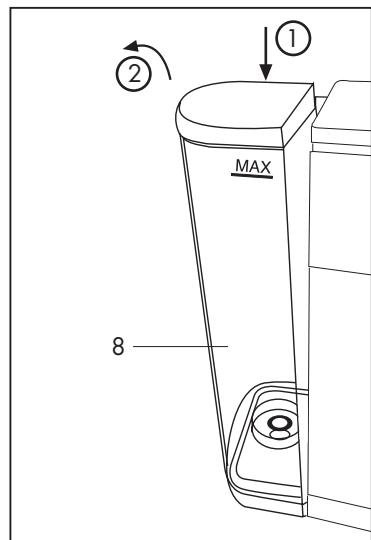

Fig. 1
- Per estrarre il serbatoio (8) premerlo verso il basso e contemporaneamente ruotarlo verso l'esterno (**Fig.1**)